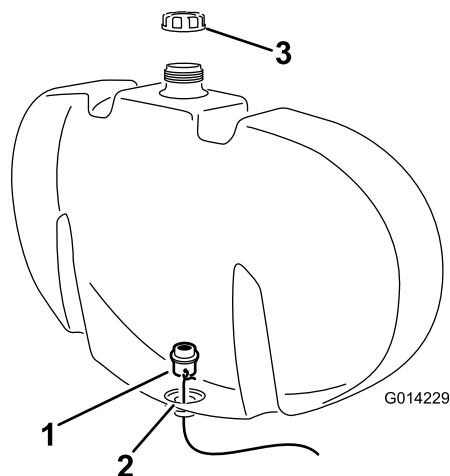

図 7
- 口から出てきた針金を使ってバルクヘッドフィッティングをタンク下の穴に導き入れる図 7。
- バルクヘッドフィッティングを開口の正しい位置にセットする透明ガasketがタンクの内壁に密着していることを確認する図 7。